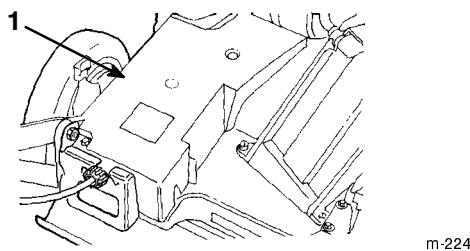

Bild 25
2. Entfernen Sie die Schrauben, mit denen die Riemenabdeckung (Bild 25) am Schneidwerk abgesichert wird.